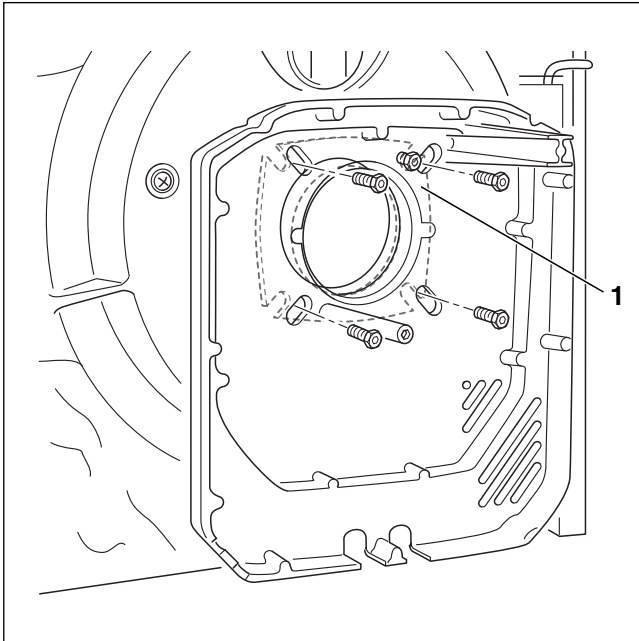

Bild 19 Rückwand befestigen
- Im nächsten Montageschritt ist die Rückwand mit der eingelegten Flanschdichtung und montiertem Brennerrohr (→ Bild 19, [1]) an der Brennergastür mit vier Schrauben anzuschrauben. Die Einbaulage ist gemäß Bild 19 vorzunehmen.